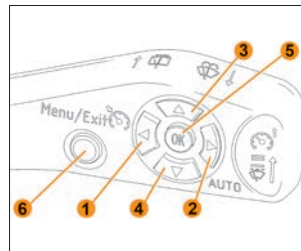

Рис. 31. Клавиши управления круиз-контролем и ограничителем скорости
Управление клавишами подрулевого переключателя показано на рис. 31.
- При включенном замке зажигания с помощью длительного нажатия (более 1 секунды) клавиши **6** на подрулевом переключателе (далее ПП) (рис. 31) должно привести к переводу клавиш «ПП» в режим управления функциями «КК и ОС». На дополнительном ЖКИ комбинации приборов (далее КП) должен включиться сигнализатор  (режима выбора
Установка часов 6-кнопочным подрулевым переключателем (рис. 31) должна выполняться путем последовательных коротких нажатий (от 0,1 до 1 сек.) на клавишу «▲» вверх (для единичного увеличения показаний), «▼» вниз (для единичного уменьшения показаний) или одного длительного нажатия (более 1 сек.). При нажатии и удерживании клавиш «▲» вверх или «▼» вниз в течение 1 сек. происходит ускоренное увеличение или уменьшение показаний часов на 1, при дальнейшем удерживании в нажатом состоянии клавиш «▲» вверх или «▼» вниз происходит циклическое увеличение или уменьшение показаний часов с тактом 0,25 сек., при этом разряды часов перестают мигать.